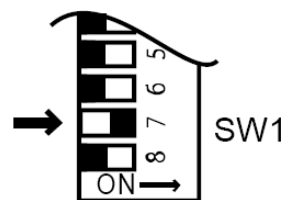

Fig. 3
9. Forzate l'*Infinity* a regime 'Minimo' di combustione spostando su 'ON' il microinterruttore N.7 (Fig.3) del banco di microinterruttori SW1.